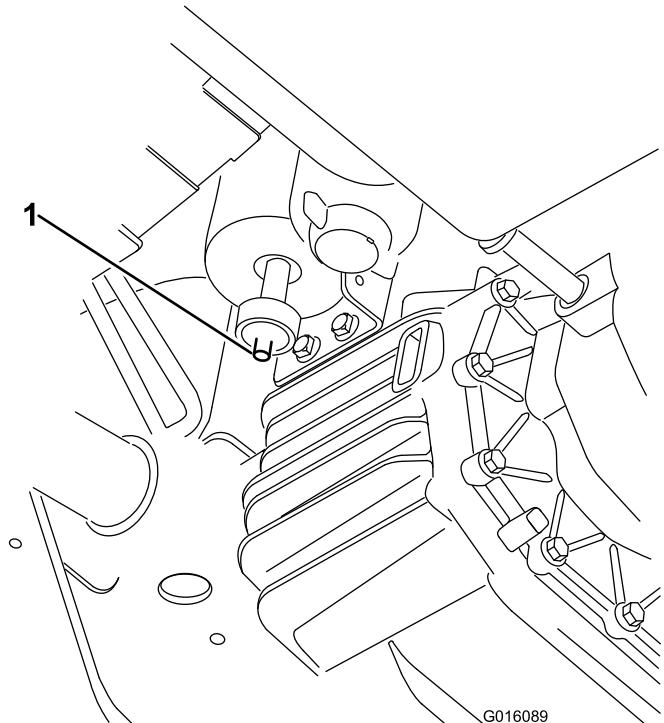

Bild 45
1. Ermitteln Sie den Luftfilter an der Unterseite des Aktivkohlefilters (Bild 45).